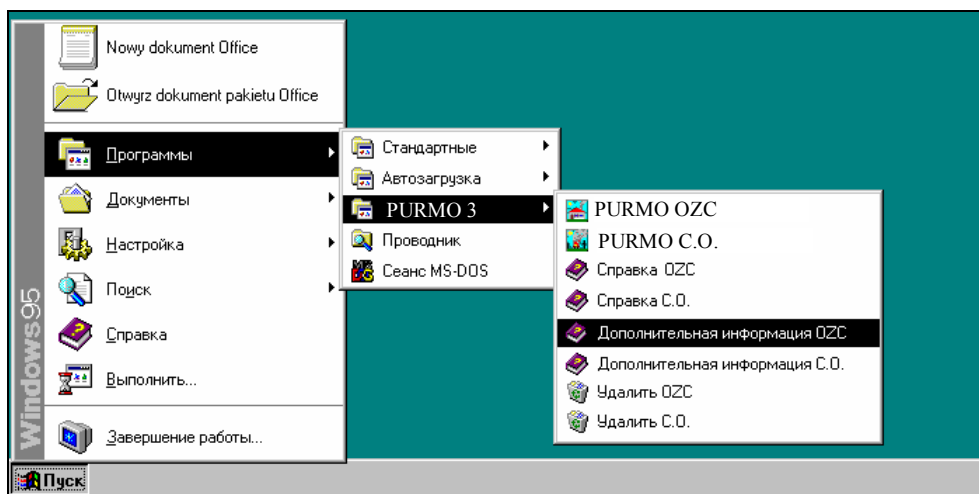

Рис. 1.1. Просмотр файла справки с дополнительной информацией
1. перейти к меню Пуск (**Start**) системы Windows (Рис. 1.1)